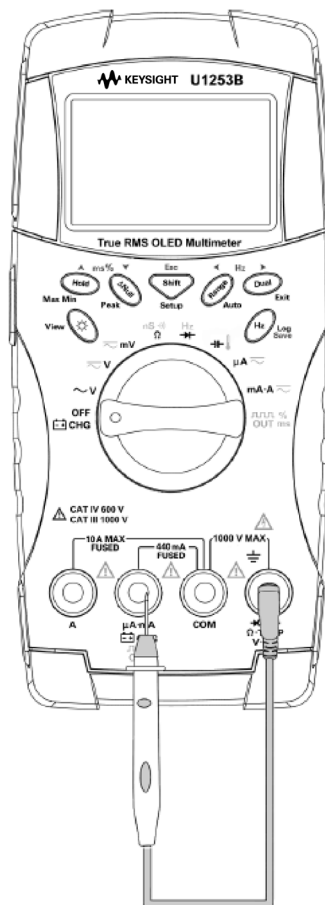

Figure 5-8 Procédures de vérification des fusibles
- 3** Pour tester le fusible 1, placez l'extrémité de la sonde de test sur la partie droite de la borne d'entrée . Assurez-vous que l'extrémité de la sonde est en contact avec le métal dans la borne d'entrée, comme illustré sur la Figure 5-8.